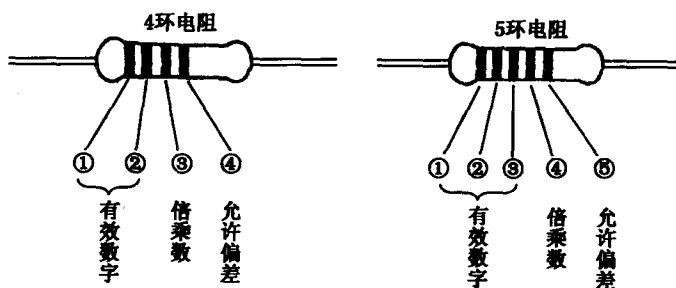

图 1-2 电阻的色环
(2) 阻值色标法。电阻的阻值和误差通常用 4 条色环来标志，如图 1-2 和表 1-2 所示。如某一电阻的色环依次为红、黑、棕、金，则此阻值为 200Ω ，误差 5% ；又如某一电阻色环为黄、紫、橙、银，则其阻值为 $47\text{k}\Omega$ ，误差 10% 。精密电阻用 5 条色环来标志，它比四色环标示法多了一位有效数字。